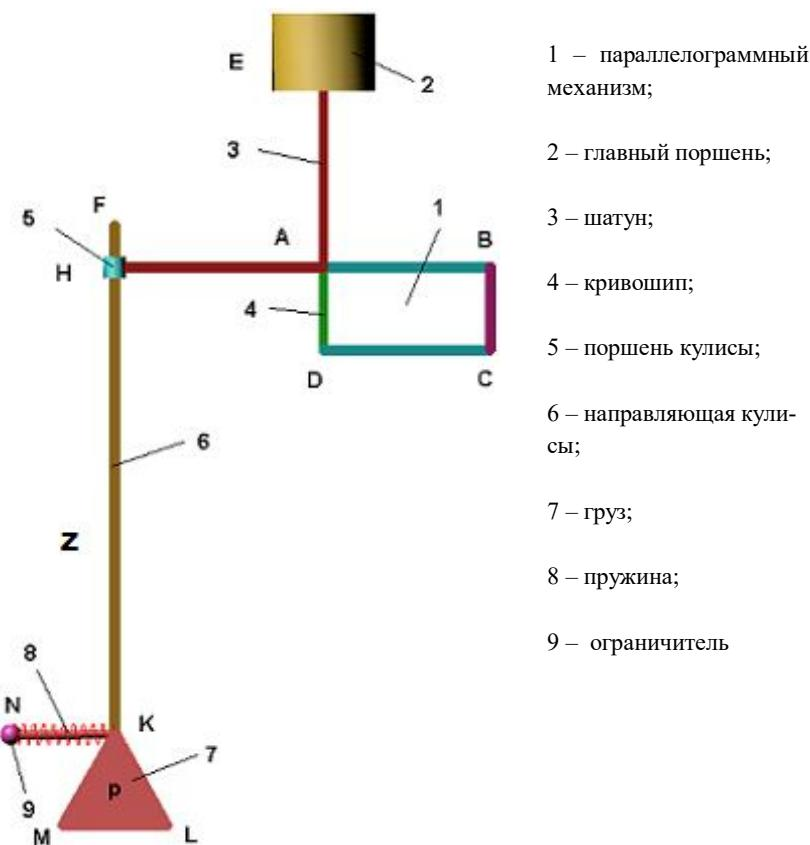

Рис. 1.1 - Схема механизма с обозначением вспомогательных точек
1.4.4 Аналогичным образом создайте другие стержни механизма: «лр1 АВ», «лр1 АН», «лр1 Направляющая кулисы FK» (см. позицию 6 на рис. 1.1). Причём для стержней ВС и СД отдельных деталей создавать не нужно, поскольку они идентичны стержням АД и АВ соответственно.
1.7.2 Чтобы создать сферическое крепление демпфера (см. позицию 9 (N) на рис. 1.1), выберите инструмент «Шар» , нажав стрелочку выпадающего меню инструмента «Примитив» (по умолчанию ) на панели «Специальные». Задайте диаметр шара 20 мм. Завершите создание и сохраните документ
1.8.2 Чтобы создать треугольный груз KLM (см. позицию 7 (P) на рис. 1.1), на вкладке этой модели начните чертить на плоскости «Вид спереди». Поставьте две взаимно перпендикулярные оси, воспользовавшись инструментом «Прямые с узлом в 0,0 »
1.9.8 Используя инструменты «3D Фрагмент» , «Создать» и ориентируясь на рис. 1.1, последовательно добавляйте звенья в механизм как описано далее. Сначала добавьте «лр1 Кривошип AD». Сдвиньте его немного вправо вдоль оси X. Задайте совпадение его передней грани с передней гранью стержня CD и соосность со стержнем AB на верхнем конце и CD на нижнем конце. Проверьте работу параллелограммного механизма и сохраните документ .
1.11.1 Добавьте звено АН («лр1 АН»). Поверните его на 90 градусов влево (или 270 градусов в зависимости от нужного направления) вокруг оси Y (в горизонтальное положение по рис. 1.1), используя разноцветную систему координат вставляемого в сборку тела. И подвиньте его немного вверх.